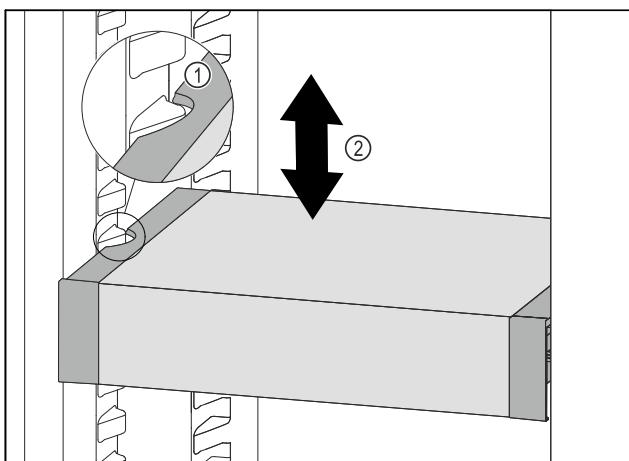

Fig. 73
- ▶ VarioSafe vucite prema naprijed sve dok se bočni otvori VarioSafe ladice ne nađu na visini žlijeba spremnika u hladnjaku. Fig. 73 (1)
- ▶ Pomičite ladicu VarioSafe u hladnjaku prema gore ili dolje sve dok ne dosegnete željenu visinu. Fig. 73 (2)